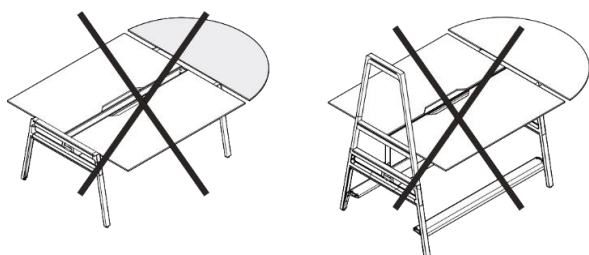

Рис. 11 Недопустимая установка полукруглой наставной пластины
- Отдельно стоящее двойное рабочее место, высота сидения, только одна наставная пластина (см. Рис. 11, слева).
- Отдельно стоящее двойное рабочее место, высота стояния, только одна наставная пластина (см. Рис. 11, справа).